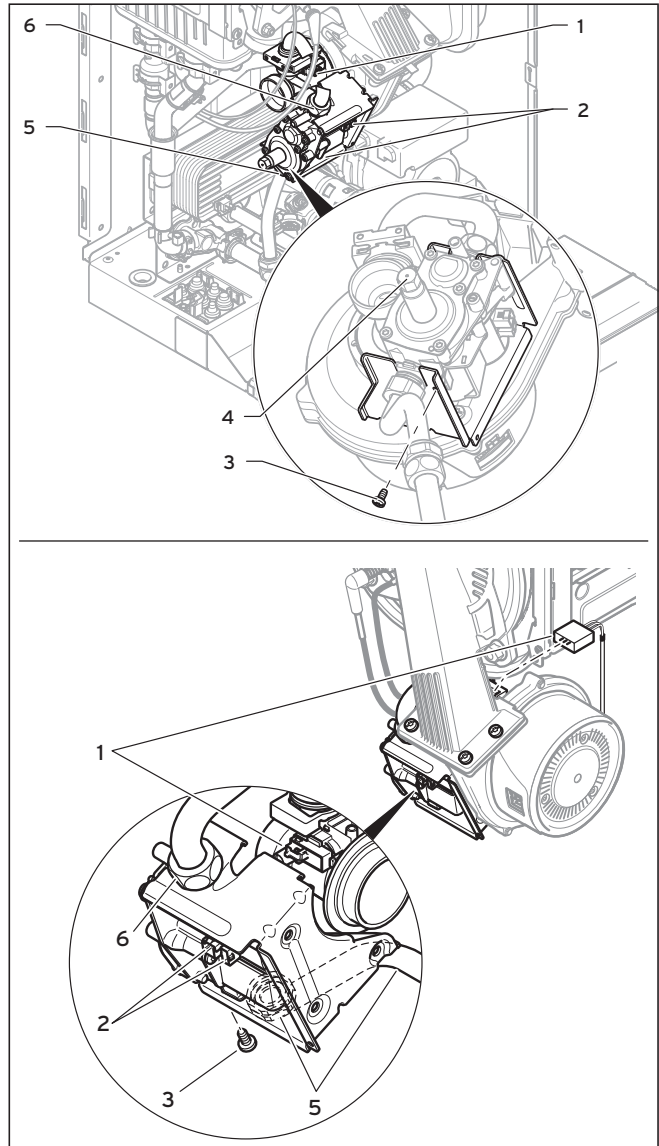

Fig. 2.3 Udskiftning af gasarmatur
I varmeapparater fra gruppe 2, som er bruger naturgas, er gasarmaturet monteret uden gastryksregulator (**4, Fig. 2.3**). Ved drift med flydende gas skal gasarmaturet være monteret med gastryksregulator.
- Træk de tre stik ud af gasarmaturet (**2, Fig. 2.3**).
- Sprøjt ikke læksøgningsspray på afdækningskappen (2, Fig. 2.3) ved venturiens filter.